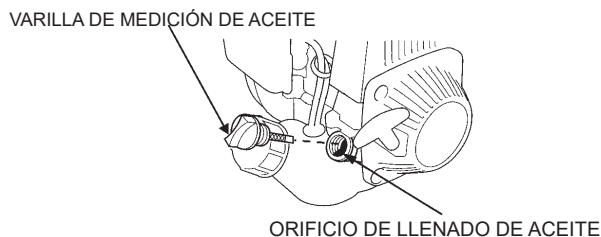

Figura 10. Varilla de medición de aceite/orificio de llenado de aceite del motor
3. Para revisar el nivel de aceite del motor, desenrosque la varilla de medición de aceite (Figura 10) de su soporte.